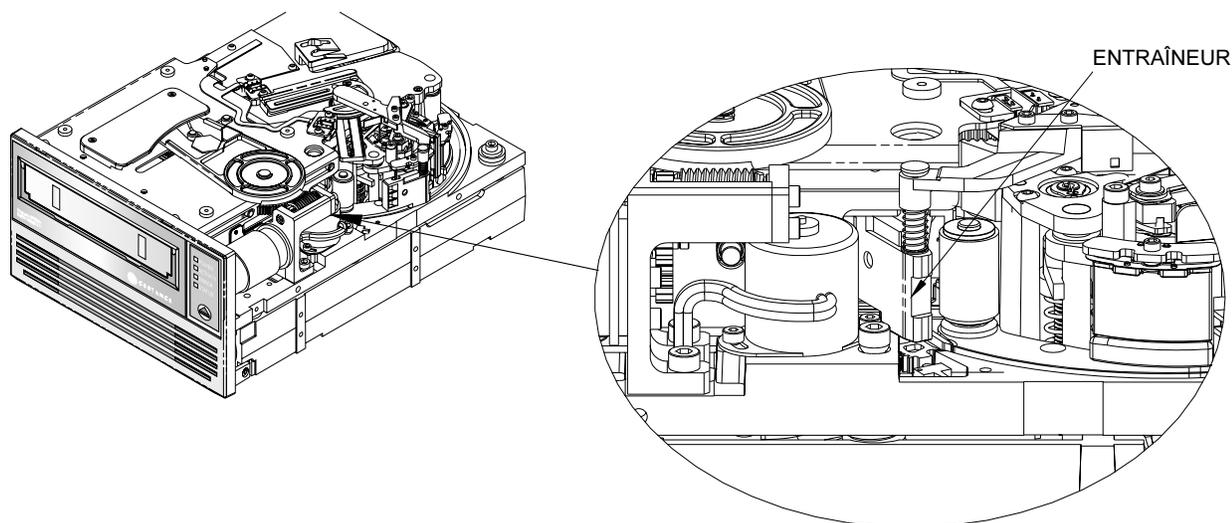

Figure 26. Lecteurs LTO-1 et LTO-2 montrant l'entraîneur de bande près de la cartouche
9. Poussez doucement l'entraîneur vers la cartouche comme l'indique la figure 26, page 86.